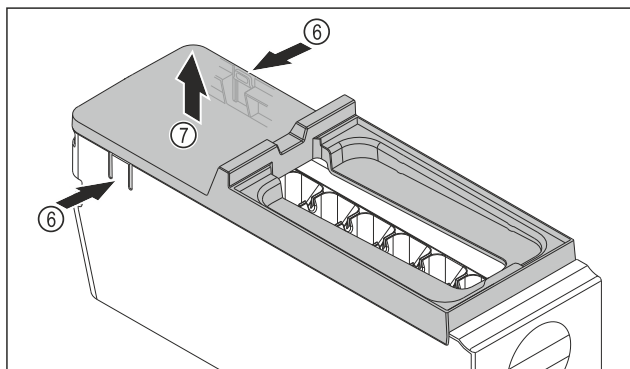

Fig. 243
- Retirer le couvercle du corps de l'EasyTwist-Ice : D'une main, pousser les languettes Fig. 243 (6) des deux côtés du corps de l'EasyTwist-Ice.
- De l'autre main, retirer le couvercle Fig. 243 (7) vers le haut.